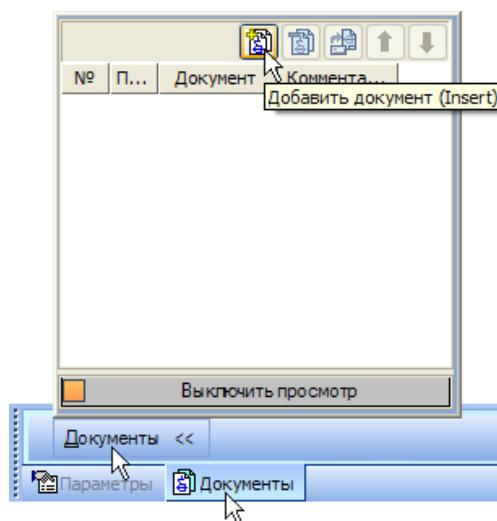

Рисунок 4
- На инструментальной панели окна нажмите кнопку Добавить документ .(рис. 4)